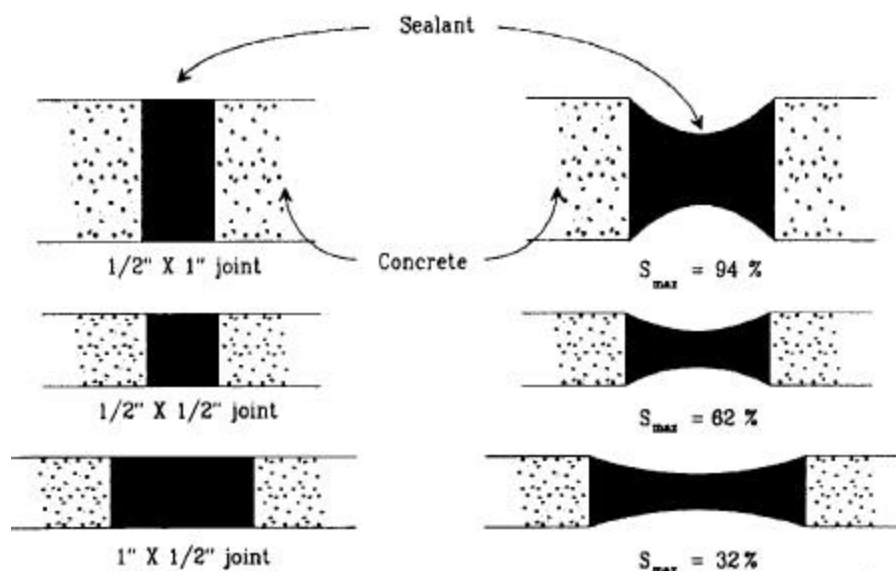

Fig 3.80 - Influence de la géométrie du volume à remplir sur l'étirement maximum du matériau de remplissage.
- La **géométrie du volume à remplir** exerce une grande influence sur l'étirement maximum du matériau de remplissage (Fig 3.80)